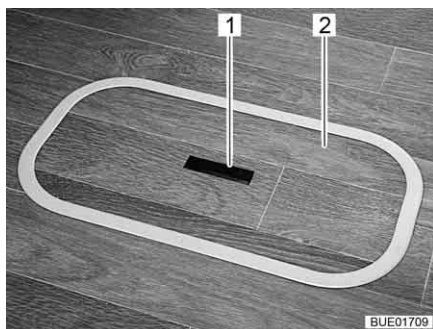
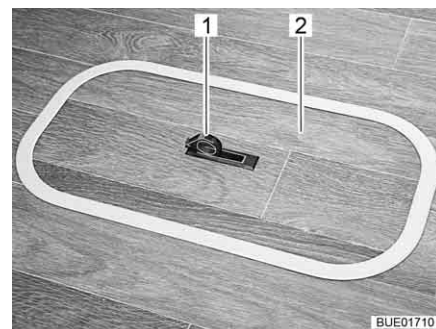

Bild 48 Lock för golvfacket (handtag sänkt)
Bild 49 Lock för golvfacket (handtag utsvängd)
- Tryck nedåt på ena sidan av gripplattan (Bild 48,1). Handtaget (Bild 49,1) svängs upp.
- Ta av locket (Bild 48,2 eller Bild 49,2) uppåt.